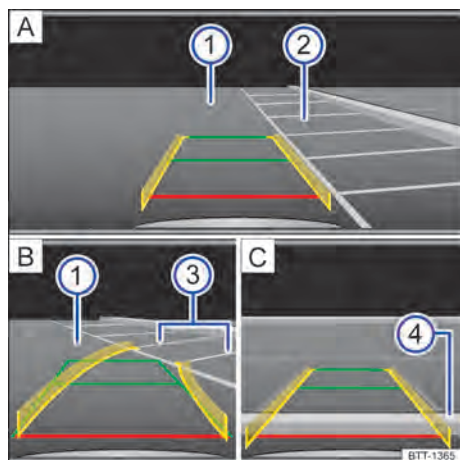

Fig. 149 Exibição do tela do sistema Infotainment: estacionar com a câmera de marcha à ré, modo 1.
Legenda para Fig. 149:
- Posicionar o veículo na frente da vaga de estacionamento → Fig. 149 ② | A.
- Dirigir de modo que as linhas amarelas ③ conduzam à vaga de estacionamento B. As linhas verdes e amarelas devem coincidir com as linhas de limitação laterais ③.
- Quando a linha vermelha atingir a limitação traseira ④ | C, parar.